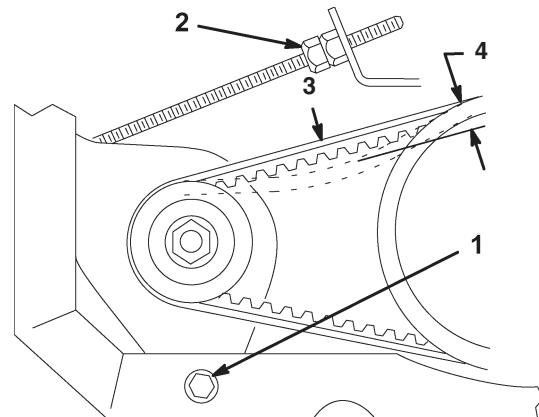

Bild 26
- Lockern Sie die Gelenkschraube am/an der Anlasser/Lichtmaschine (Bild 26).
- Stellen Sie die Klemmmutter am Anlassergestänge (Bild 26) so weit ein, dass sich der Treibriemen 6 mm durchbiegen lässt, wenn Sie 14 Nm Kraft auf ihn ausüben.
- Ziehen Sie die Gelenkschraube am/an der Anlasser/Lichtmaschine (Bild 26) fest.